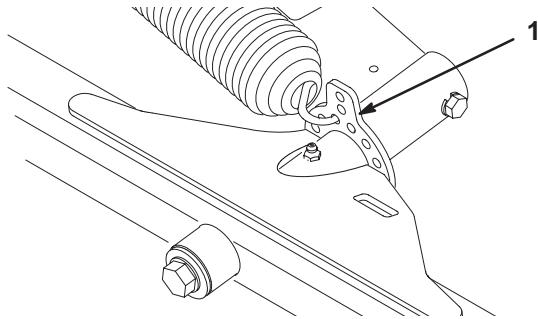

Bild 12
- Haken Sie die Feder in das dritte Loch von oben an der Innenseite der Hubnasen der zwei vorderen Mähwerke und in die Hubnase des hinteren Mähwerks (Bild 12).